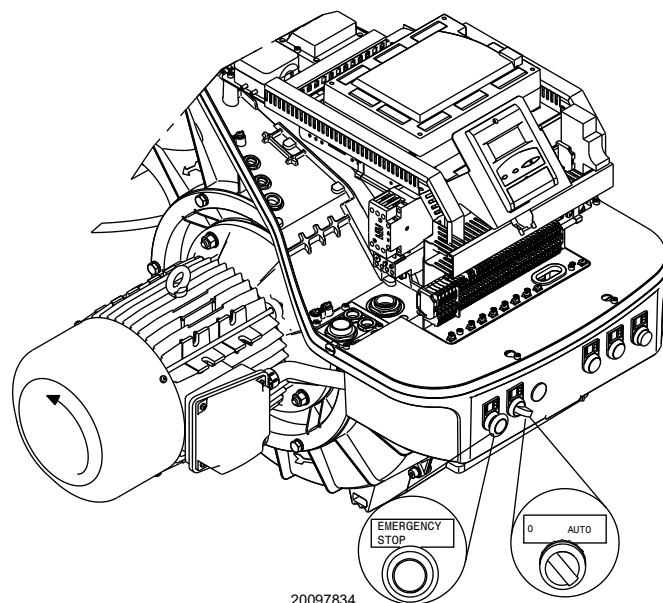

Fig. 22
Posizionare l'interruttore in posizione "AUTO" (Fig. 22).
Se segnalano tensione, fermare **immediatamente** il bruciatore e controllare i collegamenti elettrici. Quando il bruciatore si avvia, verificare la direzione della rotazione del motore, come indicato in (Fig. 22).
- mettere l'interruttore di Fig. 22 in posizione "0" ed attendere che il controllo fiamma esegua la fase di spegnimento;